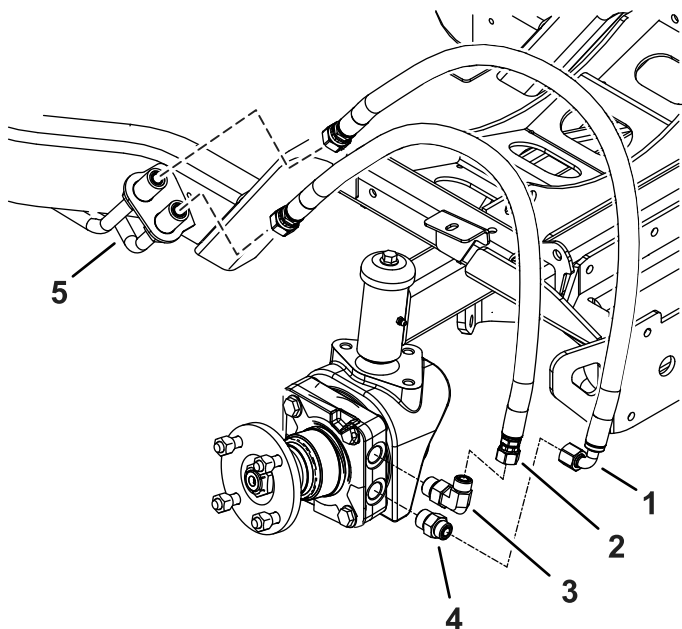

Рисунок 11
- Установите новый прямой штуцер и новый прямоугольный штуцер на мотор-колесо (Рисунок 11).
- Подсоедините шланг с прямыми штуцерами к прямоугольному штуцеру (Рисунок 11).
- Подсоедините шланг с прямоугольным штуцером к прямому штуцеру (Рисунок 11).
16. Снимите колпачки по одному и подсоедините соответствующие шланги к гидравлическим трубкам, как показано на Рисунок 11.
17. Снимите оставшийся колпачок и подсоедините шланг к гидравлической трубке (Рисунок 11).